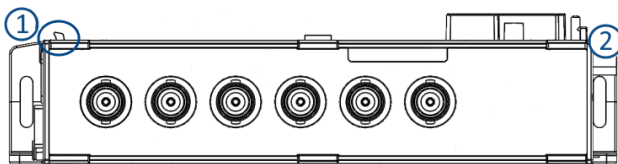

Abb. 3: Verbindungsnahe & Verriegelungswippe
1. Verbindungsnasen in die Nut einhaken, siehe Abb. 3 Position (1).
2. Verbindungsnasen, siehe Abb. 3 Position (1), aus der Nut herausziehen